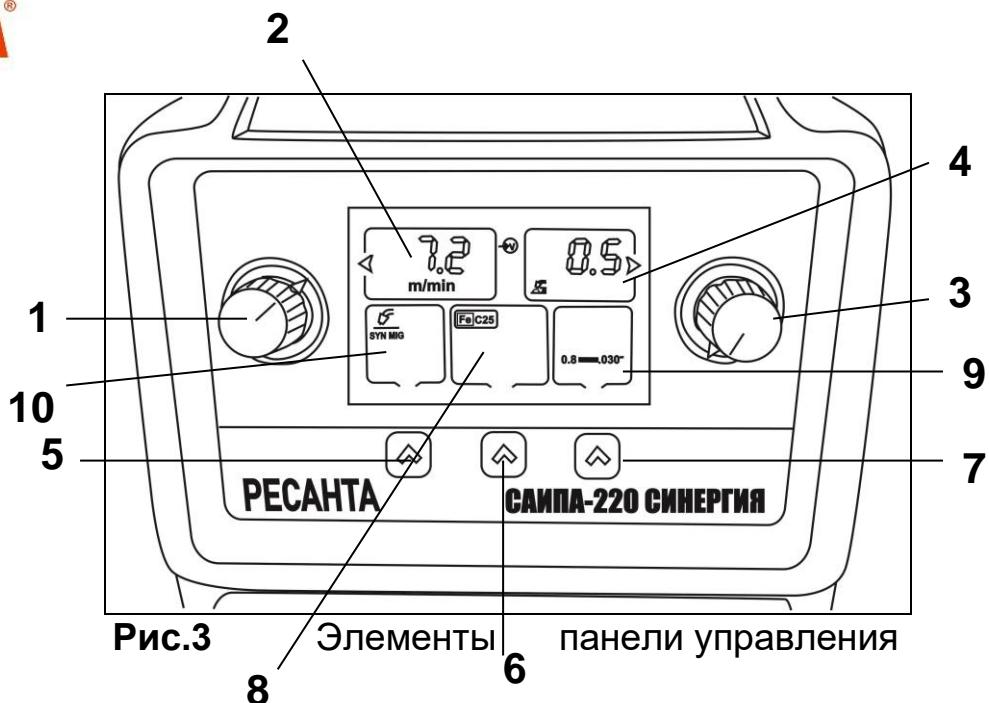

Рис.3
Настройки осуществляются с помощью указанных на рис.3 органов управления.
1. Переключатель/регулятор – настройка толщины свариваемого металла и скорости подачи проволоки. Выбранные параметры отображаются в поле вывода основных настроек 2(Рис.3)